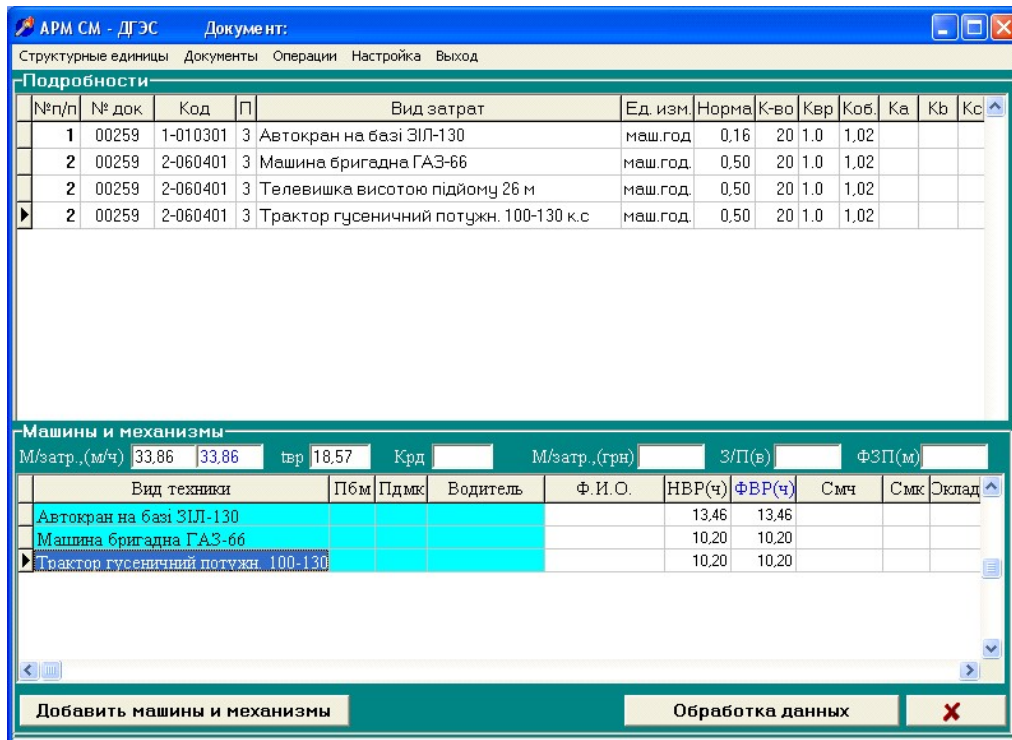
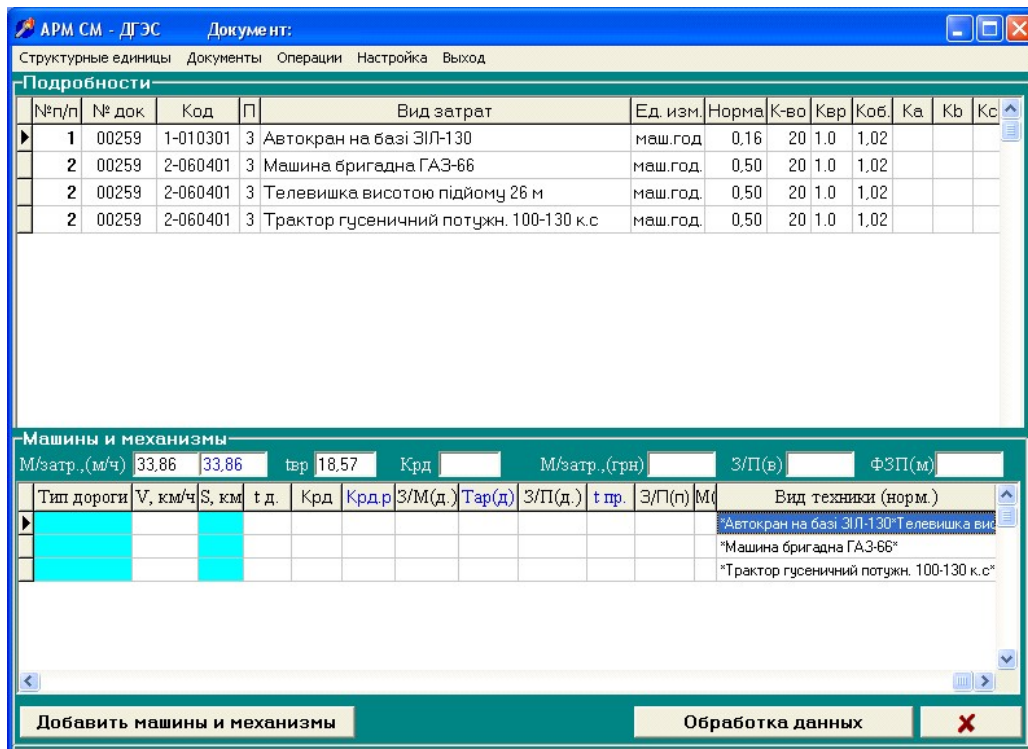

Рис.6.15
Рис.6.16
- удалить из списка данную машину для чего нажмите клавишу **F9** на клавиатуре ПК. При этом в окне **Машины и механизмы** в графе **НВР(ч)**, используемой машины, значение трудоемкости увеличится (добавится значение трудоемкости, удаленной из списка машины) Рис. 6.15. и в графе **Вид техники (норм)** указаны машины(по справочнику), функции которых выполняет данная машина Рис.6.16.